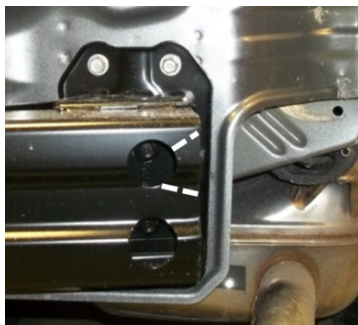

Figura 2
3. Abrir el baúl: Abrir el baúl para sacar el tornillo hexagonal (2) de 8 mm por debajo de la puerta trasera que asegura la fascia del parachoques. Repetir para cada lado.
5. Eliminación del parachoques: Retirar los (8) tornillos que sujetan el parachoques en su lugar y devolver los fijadores al propietario.
6. Recorte del parachoques: Usar una rectificadora de matrices para eliminar el material que se muestra en la Figura 2. Ambos lados
6. Recorte del parachoques: Usar una rectificadora de matrices para eliminar el material que se muestra en la Figura 2. Ambos lados . Ver la Figura abajo.